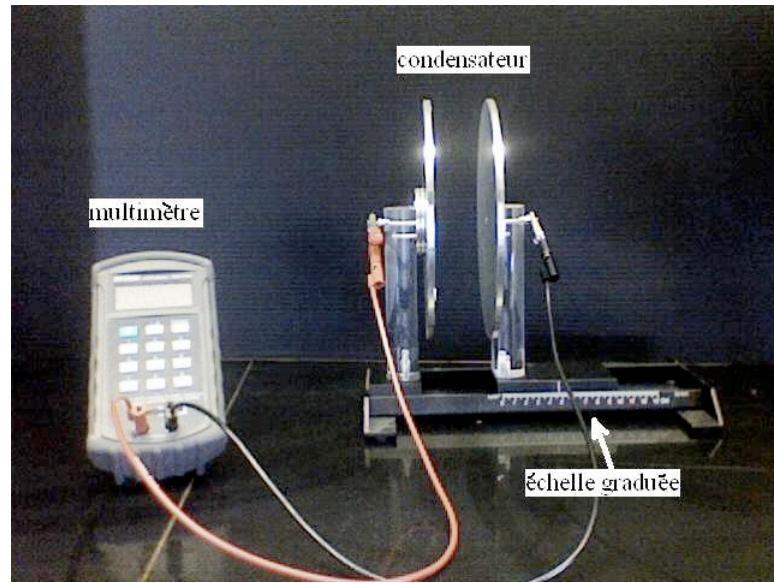

Figure 1: Condensateur plan
Un condensateur plan est constitué de deux armatures (c.-à-d. deux plaques parallèles) ayant une même surface  $A$ , et séparées d'une distance  $d$  (voir Figure 1). La capacité du condensateur plan est donnée par
**Condensateur plan.** La capacité d'un condensateur plan idéal est donnée par l'équation (2). Le but de cette première partie est de mesurer la capacité en variant la distance  $d$  entre les deux plaques.
1. Pour la première lecture2, ajustez la séparation entre les plaques  $d$  à 2.0 mm et attachez les fils de connexion du multimètre aux poteaux isolants du condensateur plan, tel qu'illustré à la Figure 1. Ajustez l'appareil à zéro (en appuyant sur "REL"), tout en ayant des petits tubes de caoutchouc sur les vis latérales3. Attachez ensuite les fils au poteaux conducteurs en bougeant le moins possible les fils et en les gardant dans la même position. Eloignez-vous du montage et notez la valeur de la capacité  $C$ .